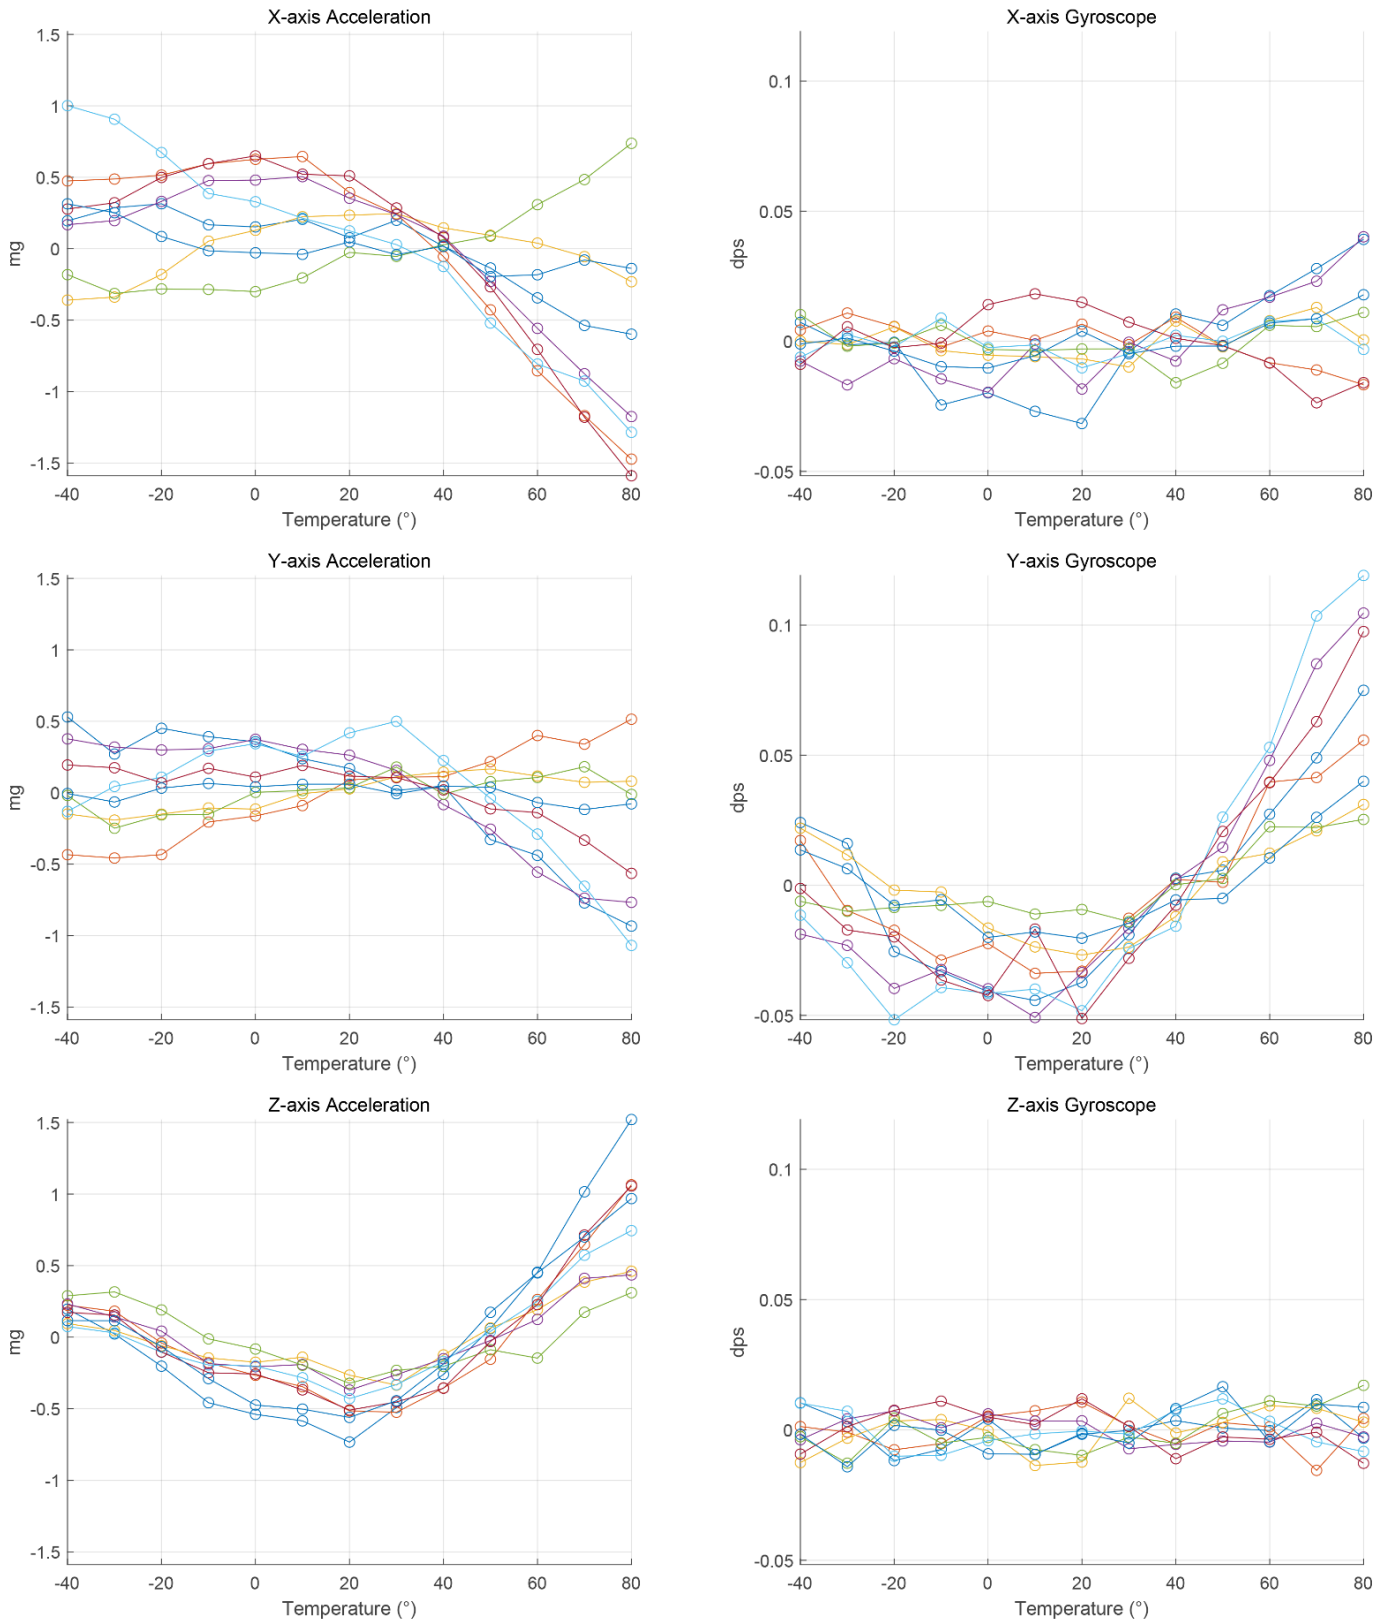

Figure9: Accelerometer and Gyroscope Temperature Compensated Curve
Note4: 超核实验室温箱转台测得，温升斜率小于 3°C/min，详细数据参考 Figure 9 温补曲线
- Note4:** 超核实验室温箱转台测得，温升斜率小于 3℃/min，详细数据参考 Figure 9 温补曲线